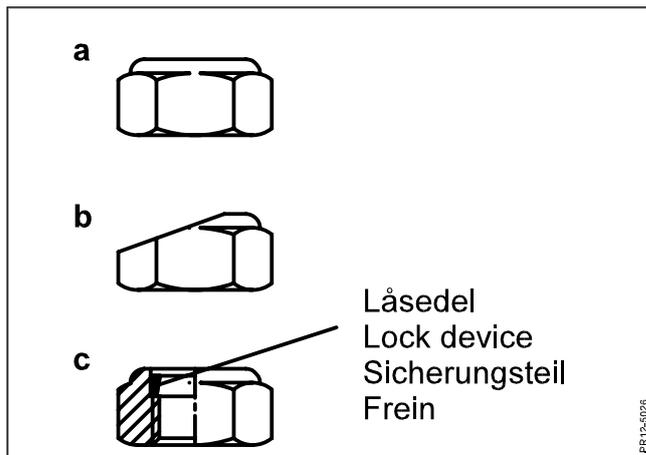

Fig. 6-7
- Fig. 6-7 Die Spezialmutter auswechseln, wenn